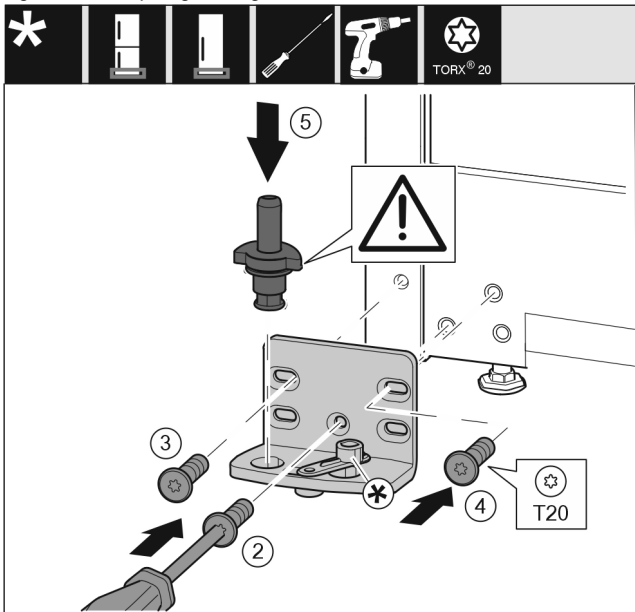

Fig. 19
- ▶ Sæt hængselkonsollen på i den anden side, og skru den fast med en skruetrækker T20. Begynd med skruen 2 forinden i midten. Fig. 19 (2)
- ▶ Stram skruerne 3 og 4. Fig. 19 (3,4)
- ▶ Sæt hængselboltens helt i. Sørg i den forbindelse for, at låsekammen vender bagud. Fig. 19 (5)